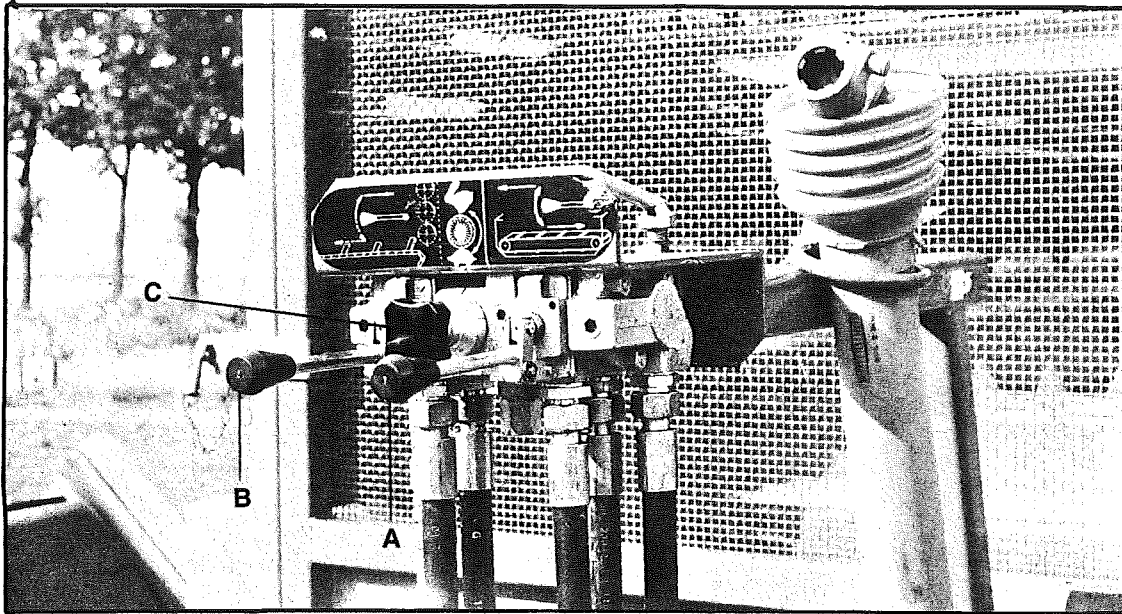

Abb. 4.
1. Den Regelknopf des Stromregelventils und die Hebel der Regelventile in den Nullstand stellen (siehe Abb. 4).
3. Querförderband einschalten, indem der Hebel (siehe Abb. 4-A) in die obere oder untere Stellung gebracht wird; das Band läuft nach links bzw. nach rechts.
5. Förderboden einschalten, indem der Hebel (siehe Abb. 4-B) in die obere Stellung gebracht wird. Mit dem Regelknopf (siehe Abb. 4-C) kann die Geschwindigkeit des Förderbodens geregelt werden. Kontrollieren ob die Kette die entsprechende Bewegungsrichtung besitzt (Förderrichtung). In der unteren Hebelstellung (siehe Abb. 4-B) bewegt sich die Kette in entgegengesetzter Richtung.